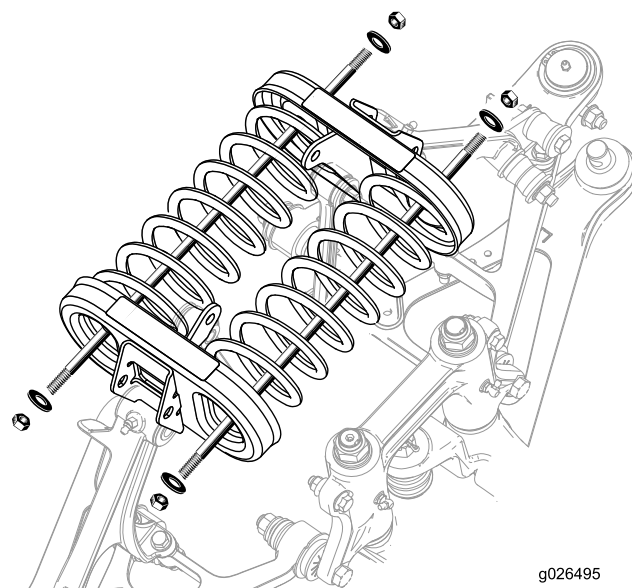

Figura 19
3. Montate i dadi e le rondelle a entrambe le estremità dell'asta (Figura 19).